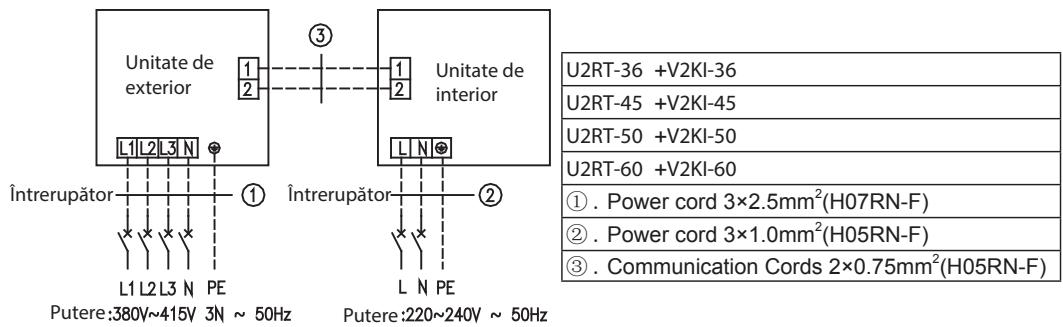

Fig.32
(4). Cablarea electrică dintre unitățile de interior și cele de exterior – Fig. 32
- ① . Cablul electric și firul supapei de aer proaspăt sunt de înaltă tensiune, în timp ce cablul de comunicare și firul de conectare ale dispozitivului de control cu fir sunt de tensiune joasă. Acestea ar trebui să funcționeze separat pentru a evita interferență electromagnetică
- ② . Liniile de înaltă și joasă tensiune ar trebui să treacă prin inele de cauciuc la nivelul diferitelor capace ale panoului electric.
- ③ . Nu grupați împreună firul de conectare al aparatului de comandă fără fir și cablul de comunicare, sau aranjați-le în paralel, altfel se poate ca aparatul să nu funcționeze corect
- ④ . Liniile de înaltă și de joasă tensiune trebuie fixate separat și în siguranță, cu coliere interioare mari pentru primele lini și mici pentru liniile de joasă tensiune.
- ⑤ . Strângeți cablul de conexiune interior/ exterior și cablul de alimentare respectiv pe tablourile de conexiune cu șuruburi. Conectările defectuoase pot cauza incendiu.
- ⑥ . În cazul în care cablul de conexiune al unității de interior (către unitatea de exterior) și alimentarea cu electricitate sunt legate incorrect, aparatul de aer condiționat se poate defecta.
- ⑦ . Conectați cablul de conexiune a unității de interior în mod corespunzător, respectând instrucțiunile din Fig. 32.
- ⑧ . Împământați atât unitatea de interior cât și cea de exterior prin atașarea firului de împământare
- ⑨ . Unitatea va avea împământare, în conformitate cu regulile locale și naționale aplicabile